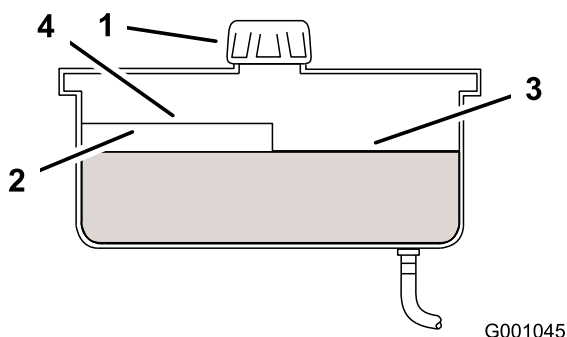

Figura 46
4. Pulite l'area attorno al tappo e al collo del bocchettone del serbatoio idraulico (Figura 46).
5. Togliete il tappo dal collo di riempimento. Guardate all'interno per verificare il livello del fluido nel serbatoio (Figura 46).
- Nota:** Il livello del fluido deve raggiungere la parte superiore del segno di livello 'caldo' del deflettore (Figura 46).